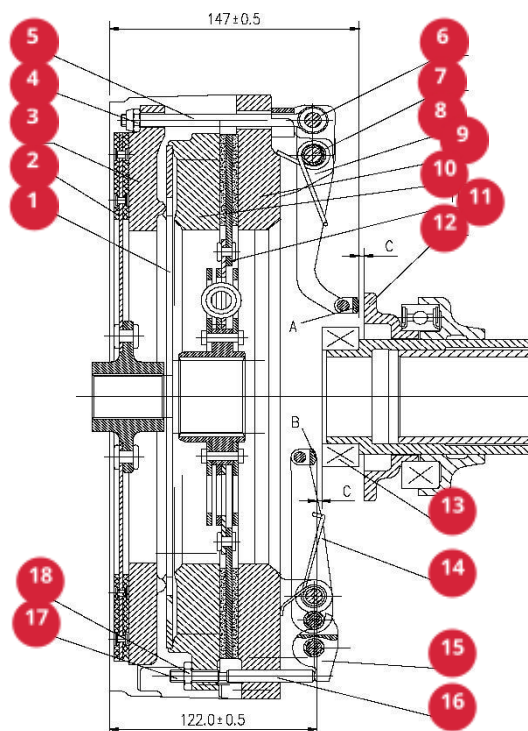

Рис. 4-19. Муфта сцепления
Чтобы обеспечить правильную работу сцепления, зазор между торцом В рычага выключения главной муфты сцепления и торцом выжимного подшипника 13 и зазор между торцом А рычага выключения муфты сцепления ВОМ 8 и диском выключения сцепления 12 должны составлять 2,0–2,5 мм (см. рис. 4-19). Свободный ход педали главной муфты сцепления и рычага муфты сцепления ВОМ должен составлять 25–35 мм и 40–60 мм соответственно. Данный зазор постепенно уменьшается в результате непрерывного естественного износа деталей при эксплуатации. По этой причине необходимо выполнять периодическую проверку и регулировку зазора.
Для регулировки можно использовать окно в нижней части картера трансмиссии (см. рис. 4-19).
1. Регулировка главной муфты сцепления (см. рис. 4-19): вращая ограничительный винт 17, отрегулируйте зазор между торцом В рычага выключения главной муфты сцепления 14 и выжимным подшипником до значения 2,0–2,5 мм, затем затяните гайку 18. Если используется этот метод регулировки, убедитесь, что торцы трех рычагов выключения главной муфты сцепления находятся в одной вертикальной плоскости. Отклонение при проверке пластинчатым щупом не должно превышать 0,2 мм.
2. Регулировка муфты сцепления BOM (см. рис. 4-19): ослабьте небольшую самостопорящую шестигранную гайку 4, отрегулируйте зазор между торцом А рычага выключения муфты сцепления BOM 8 и диском выключения муфты сцепления BOM 12 до значения 2,0–2,5 мм. Затем затяните небольшую самостопорящую шестигранную гайку 4. При регулировке убедитесь, что торцы трех рычагов выключения муфты сцепления BOM находятся в одной вертикальной плоскости. Отклонение при проверке пластинчатым щупом не должно превышать 0,2 мм.
Регулировка отдельных рычагов выполняется в соответствии с рис. 4-19. При установке муфты сцепления расстояние между торцом А рычага выключения главной муфты сцепления и секцией ведомого диска муфты сцепления ВОМ 2 должно составлять $(122 \pm 0,5)$ мм, а расстояние между торцом В рычага выключения муфты сцепления ВОМ 8 и секцией ведомого диска муфты сцепления ВОМ 2 должно быть $(147 \pm 0,5)$ мм.